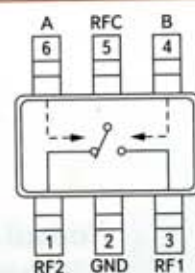
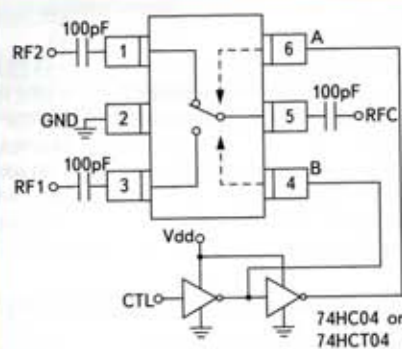

Рис. 1. Схема расположения выводов переключателя HMC544
Рис. 2. Типовая схема включения переключателя «прием — передача»
О. Такие переключатели производит множество компаний, поэтому мы остановимся на наиболее интересных, предлагаемых такими известными компаниями, как Hittite, SkyWorks и Mini-Circuits. Наиболее часто используются коммутаторы с малой и средней допустимой мощностью, поэтому высокоомощные переключатели с приема на передачу мы рассматривать не будем. Компания Hittite предлагает переключатели малой и средней мощности, способные работать с сигналом от 0 до 6 ГГц. Например, наиболее популярные модели HMC544(E) (рис. 1) и HMC545(E) обеспечивают максимально допустимую мощность 4 и 8 Вт соответственно, при этом коммутируемый сигнал частотой от 0 до 4 ГГц. Они выполнены на псевдоморфных транзисторах рНЕМТ на подложке из арсенида галлия. Переключатели поставляются в корпусе для поверхностного монтажа SOT26. Типовыми областями применения этих приборов являются приемопередающие устройства, для которых требуется минимальное значение вносимых переключателем потерь и средняя допустимая мощность. Указанные переключатели получили широкое распространение в приложениях, работающих на частотах 450, 900, 1900, 2300, 2700 и 3500 МГц, при этом вносимое переключателем затухание для моделей HMC544 и HMC545 не превышает 0,5 дБ! Для первой модели управляющее напряжение составляет 0/+5 В, для второй — 0/+8 В. Другим интересным переключателем является HMC546LP2E. Его полоса пропускания составляет 0,2–2,7 ГГц, допустимая мощность коммутируемого сигнала — до 10 Вт. Несмотря на довольно высокую мощность, переключатель поставляется в миниатюрном корпусе для поверхностного монтажа размерами всего 2×2 мм. Особенностью этой модели является то, что она обеспечивает защиту входного малошумящего усилителя устройства и специально разработана для применения в оборудовании сотовой телефонии, приложениях WiMAX/WiBro. Вносимое затухание этого прибора не превышает 0,4 дБ. Использование переключателей «прием — передача» не представляет сложностей, схема их включения проста и прозрачна для понимания (рис. 2).